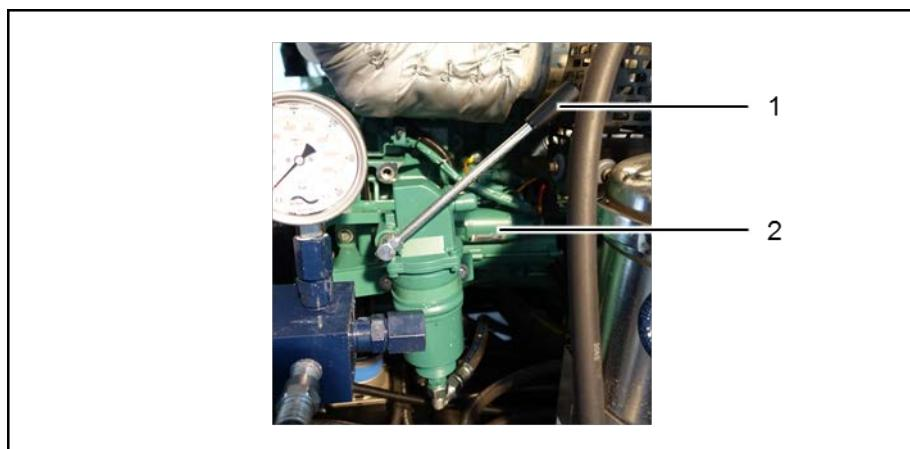

Рис. 21: маслосливной насос
2. Подсоедините маслосливной шланг к сливному отверстию (Рис. 21: поз. 2) маслосливного насоса.
3. Рычагом (Рис. 21: поз. 1) перекачайте моторное масло в сборную емкость.